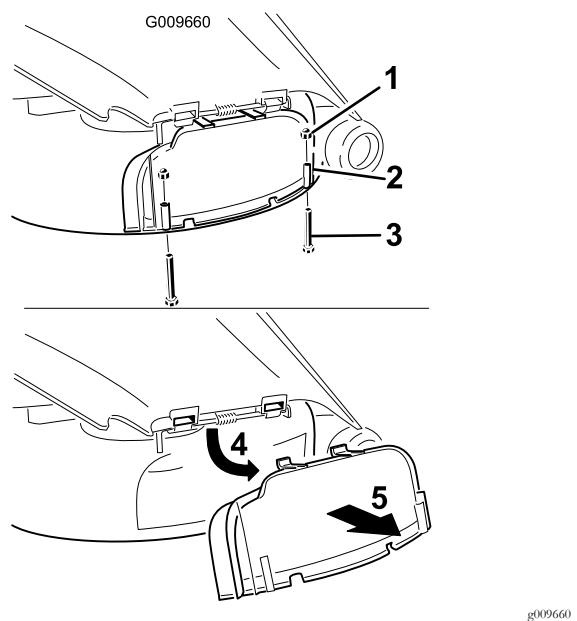

Figure 13
- Enlevez les 2 boulons et écrous qui fixent le couvercle d'éjection au plateau de coupe (Figure 13).